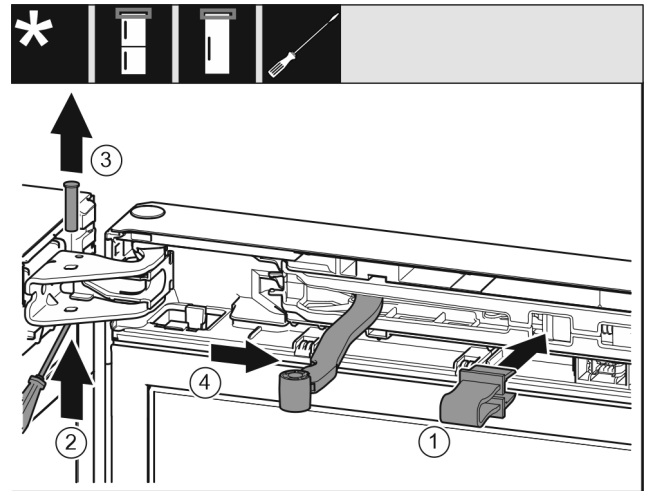

Fig. 9
► Fiksatorių užfiksukite angoje. Fig. 9 (1)
► Atsuktuvu išsukite varžtus. Fig. 9 (2)
► Ištraukite varžtus į viršų. Fig. 9 (3)
► Pasukite lankstą durų kryptimi. Fig. 9 (4)